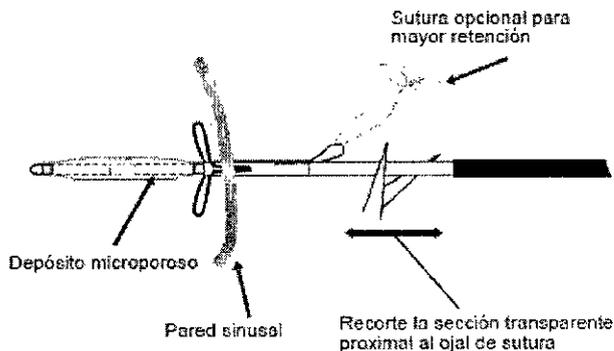

Figura 2. Corte del catéter del espaciador MicroFlow en la sección transparente
b. Mediante un endoscopio, recorte la sección transparente del eje del catéter. La posición exacta del corte en la sección transparente del catéter queda a criterio del médico (figura 2).